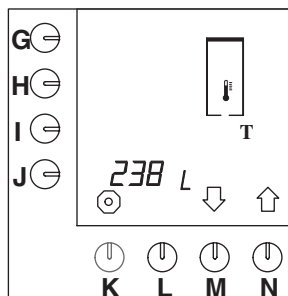

Fig. 29 Totaalteller heetwatersysteem
- De totaalteller verschijnt in het display. Het totaal aantal liters heetwater, die gedurende de levensduur van het apparaat zijn gezet, zijn af te lezen in het display (fig. 29).